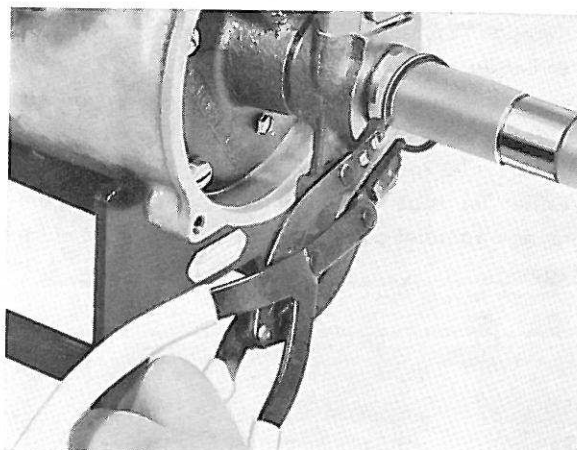

Figure 53. Dépose du régulateur
33. Enlever le circlips, voir figure 53, et retirer le régulateur. Ne pas laisser égarer la bille d'entraînement.